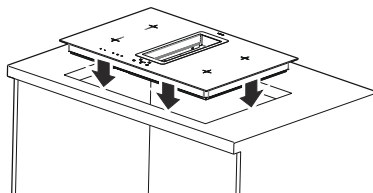

Fig. 10
- 5.** Placer kogepladen i hullet der er skåret ud (Fig. 10).